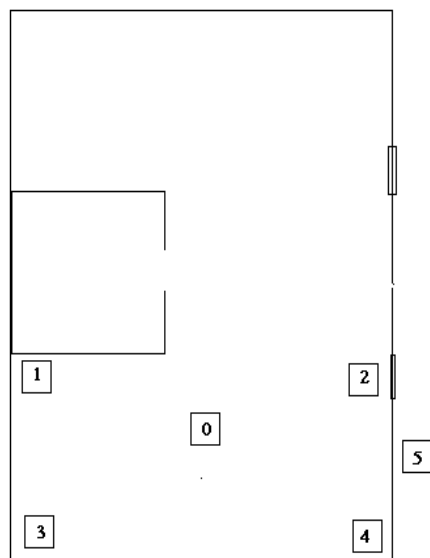

Figura 1: Esquema del laboratorio indicando las posiciones de los cronómetros para desarrollar la práctica.
Para este ejercicio siga las instrucciones utilizando el siguiente diagrama del laboratorio que se muestra en la Figura 1:
1. Coloque los 3 termómetros en el punto marcado como 0 en la figura 1 (centro de la mesa). Deje transcurrir 2 minutos y anote la temperatura en tabla 1.